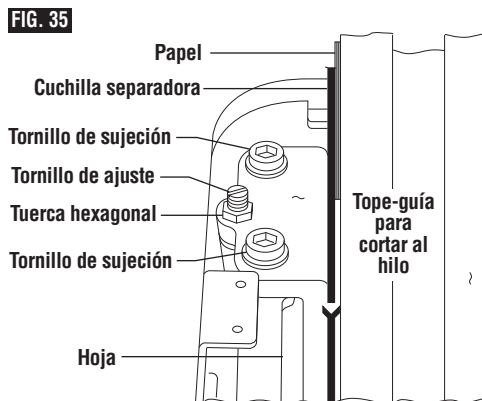

FIG. 35
- Afloje la tuerca hexagonal con una llave de boca abierta de 10 mm. Afloje ligeramente los tornillos de sujeción (de 1/4 de vuelta a 1/2 vuelta) utilizando la llave Allen de 5 mm suministrada. Afloje el tornillo de ajuste usando un destornillador de cabeza plana (Fig. 35).